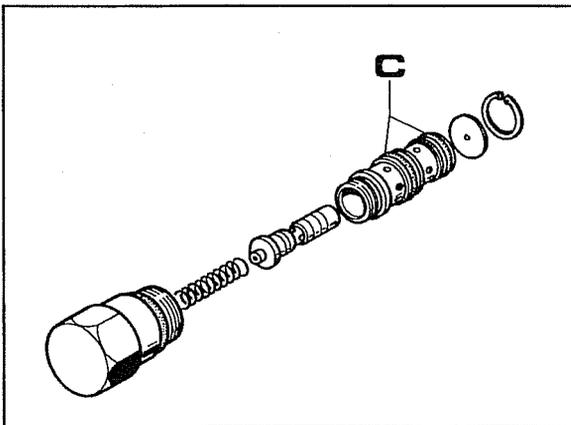

Abb. 3
3. Das Ventil ausbauen, das aussieht wie in der Abb. 3 gezeigt.
4. Sicherstellen, daß die beiden Dichtungsringe **C** Abb. 3 unbeschädigt sind und sie ggf. ersetzen. Alle Komponenten waschen und ausblasen, um alle Schmutzreste zu beseitigen.